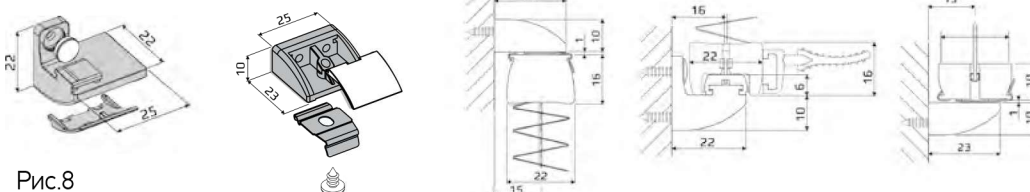

Рис.8
- Высота = Высота по габариту штапика + Высота кронштейнов\* (Рис.8)
Размеры рам сложной формы снимаются по габаритам штапиков в соответствии с рис.9. Убедиться, что вокруг штапика есть свободное место, равное высоте выбранного кронштейна (Рис. 8.). В заявке написать «сделать перекрытие, равное высоте кронштейна» (см. рис 4.2).